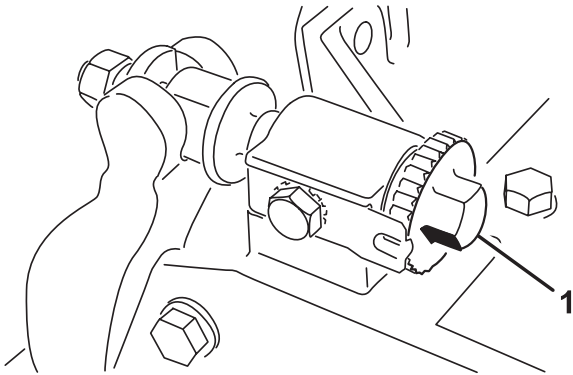
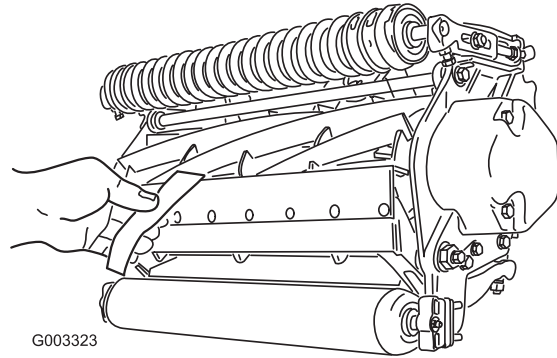

Figure 7
Figure 8
1. Placez la machine sur un sol plat et horizontal. Supprimez le contact avec le cylindre en tournant le bouton de réglage de la barre d'appui dans le sens anti-horaire (Fig. 7).
3. A une extrémité du cylindre, insérez une bande de papier journal entre le cylindre et la contre-lame (Fig. 8). Tout en tournant lentement le cylindre en avant, tournez la vis de réglage de la barre d'appui dans le sens horaire (du même côté du cylindre) (Fig. 7), un cran à la fois, jusqu'à ce que le papier soit pincé légèrement lorsque vous l'introduisez par l'avant, parallèle à la contre-lame. Vous devriez sentir une légère résistance lorsque vous tirez sur le papier.
5. Vérifiez ensuite si le cylindre peut saisir le morceau de papier inséré par l'avant et le couper lorsqu'il est inséré perpendiculairement à la contre-lame (Fig. 8). Normalement, le papier doit être coupé avec un minimum de contact entre la contre-lame et les lames du cylindre. Si vous sentez un frottement/contact excessif du cylindre, vous devez alors roder ou rectifier les lames pour obtenir les bords tranchants nécessaires à une coupe de précision (voir le Manuel d'affûtage pour tondeuses rotatives et à cylindres Toro, Form No. 80-300PT).